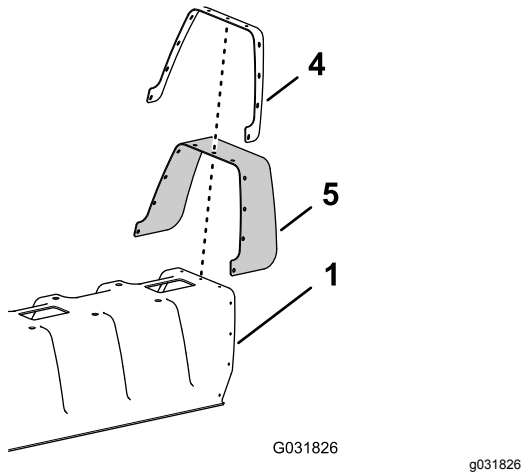

Figura 148
1. Usando un taladro con una broca de 5 mm, perfora los orificios de los 11 remaches ciegos (Figura 148) que sujetan la pletina de refuerzo (una sola fila de remaches) y la cubierta de goma al extremo de la cubierta de sección de 11 boquillas de la sección de fumigación central que retiró en el paso 2 de 6 Retirada de la cubierta de la sección central \(11 boquillas\) del kit opcional de brazo cubierto \(página 18\).
2. Retire la pletina de refuerzo, las 11 arandelas (3/16"), y la cubierta de goma de la cubierta de brazo de 11 boquillas (Figura 148).